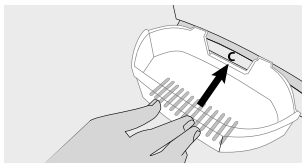

Figura 54
- Luego haga presión para introducir la guía de anclaje "C" en el canal inferior (Figura 54)